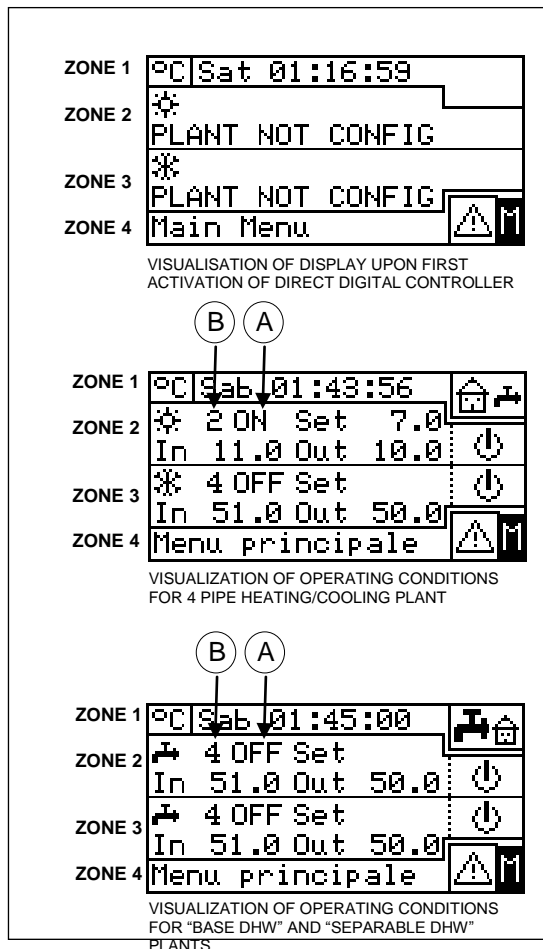

Figure 2 – EXAMPLES OF MAIN SCREEN
- 2 - Zvolte ikonku  umístěnou nahoře pro vstup do menu “**Base DHW control**” (viz “Zóna 5” Figure 2 na straně 6).
- 3 - Zvolte ikonku  umístěnou dole pro vstup do menu “**Separable DHW control**” (viz “Zóna 6” Figure 2 na straně 6).